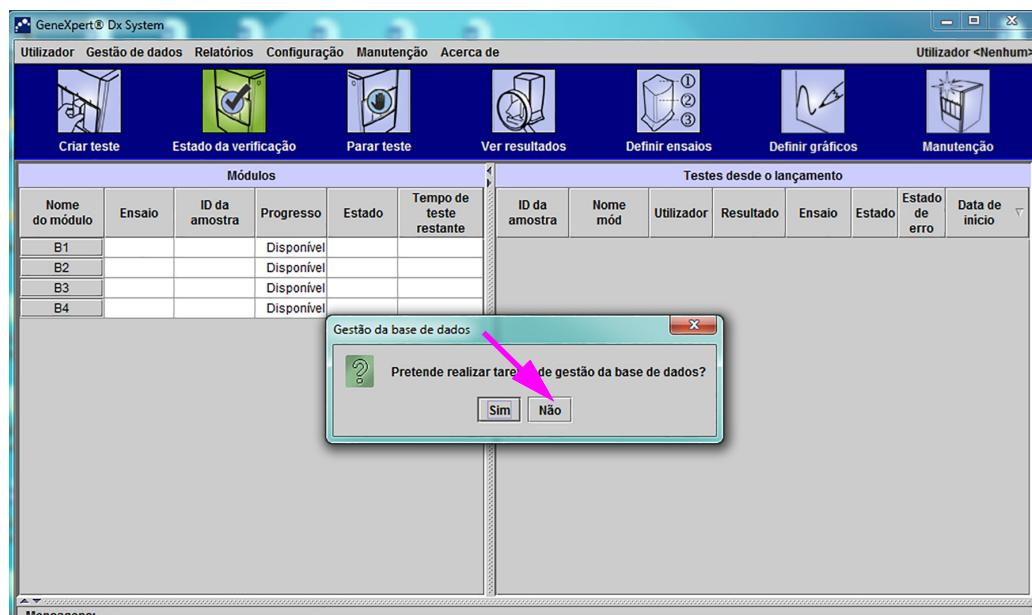

Figura 2-53. Janela GeneXpert Dx System com caixa de diálogo Gestão da base de dados sobreposta
1. Na caixa de diálogo Atribuir letra a instrumento, clique em **OK** para confirmar a atribuição de letra(s) ao instrumento, o que fecha a caixa de diálogo. É apresentada a caixa de diálogo Gestão da base de dados (consulte a figura 2-53).